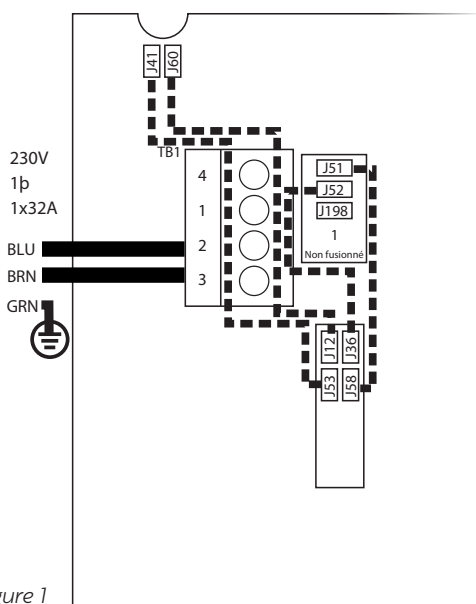

Figure 1
### TELLE QUE FABRIQUÉE : CONNEXION SIMPLE (Figure 1)
1. Retirez tous les cavaliers comme indiqué par les lignes pointillées sur la Figure 1 (page précédente).